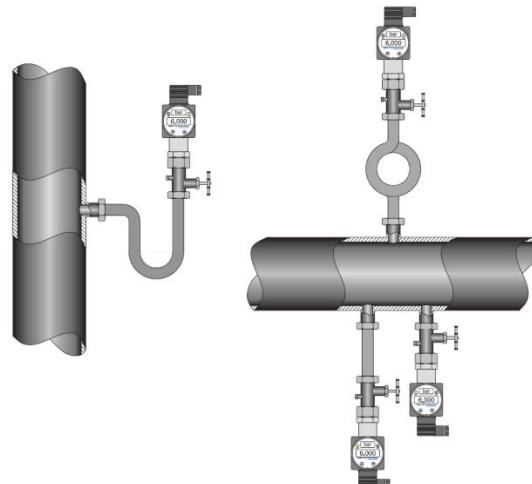

Рисунок 5. Монтаж датчика для измерения давления пара.
4.6. При измерении давления пара рекомендуется использовать импульсные трубы, предварительно заполненные водой (см. рис. 5.).